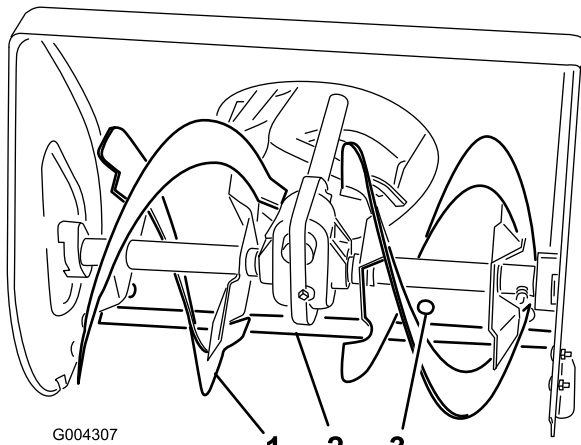

Bild 22
1. Seitenplatte des Räumwerks (2)
2. Bundmutter (4)
3. Kufe (2)
4. Stützen Sie die Schneckenblätter so ab, dass sie 3 mm vom Boden entfernt sind (Bild 22).
6. Lösen Sie zur Einstellung der Schürfleiste die fünf Befestigungsschrauben (Bild 22), richten Sie die Leiste aus und ziehen Sie die Befestigungsschrauben wieder fest.